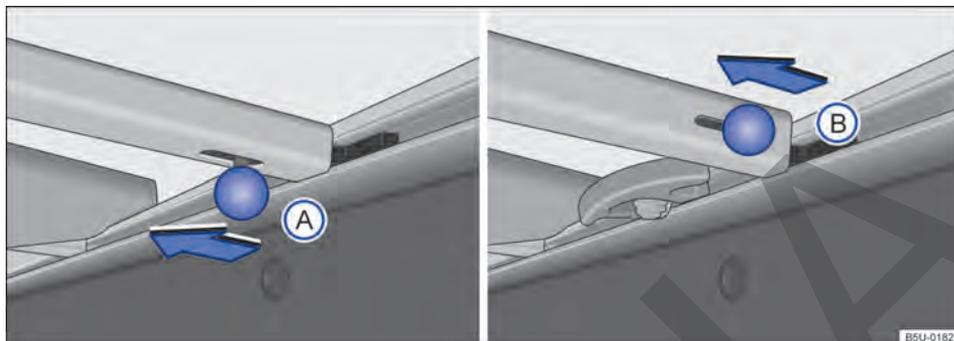
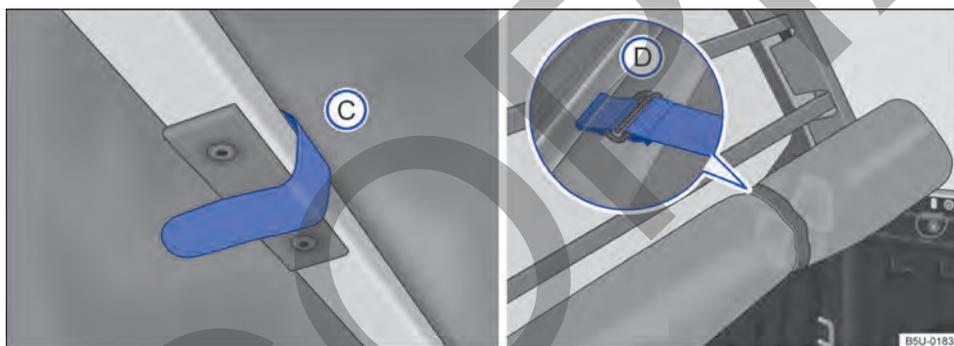

Fig. 51 Travesaños en el compartimento de carga: (A) vehículos con soportes de amarre fijos, (B) vehículos con soportes de amarre deslizantes.
Fig. 52 En el compartimento de carga: tira de fijación y capota marítima correctamente recogida.
- Para la remoción del tipo (A) o (B), desplazar el perno de bloqueo en el sentido de la flecha → fig. 51. Para remover el travesaño que está cerca de la luneta, se necesita soltar las tiras de fijación de la capota → fig. 52 (C).
- Después de recoger totalmente la capota, sujétela con las cintas de fijación (D).
- Para desmontar el travesaño que está cerca de la luneta, es necesario soltar las tiras de fijación de la capota → fig. 52(C), y hacer el mismo procedimiento anterior para desmontar el travesaño (cuando exista más de un travesaño).
- Después de recoger totalmente la capota, sujétela con las cintas de fijación → fig. 52(D).